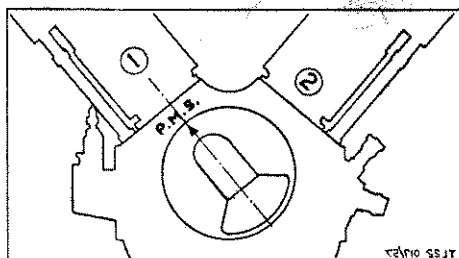

Fig. 30 - MONTAGGIO DELL'ALBERO A GOMITO SUL P.M.S. DEL CILINDRO N. 1.
3) Infilare l'albero a gomito nel basamento, avendo cura che la manovella sia esattamente perpendicolare al piano di appoggio del cilindro N. 1 (cioè al punto morto superiore) come indicato nella Fig. 30. In tale posizione l'ingranaggio comando distribuzione, calettato sull'albero a gomito, deve impegnarsi esattamente sugli ingranaggi dei due alberi a camme.